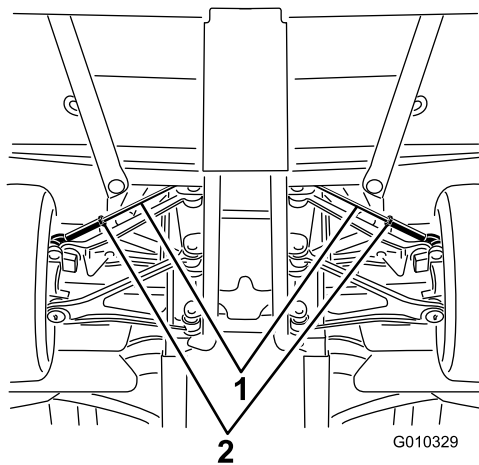

Рисунок 56
A. Ослабьте контргайку в середине тяги (Рисунок 56).